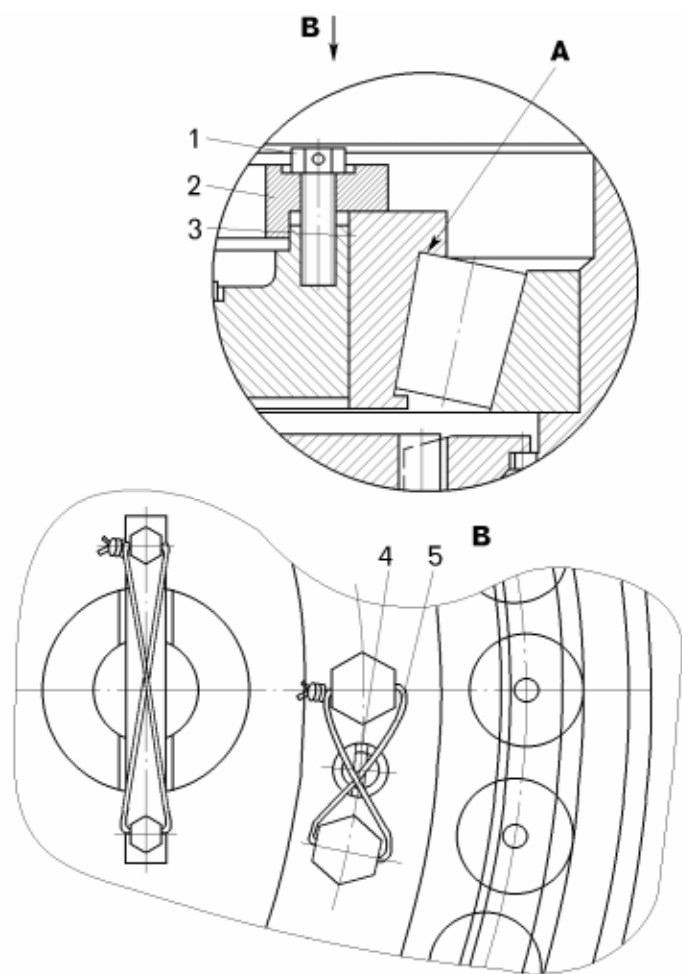

Рисунок 7.12 – Проверка зазоров:
- равномерно завернуть диаметрально противоположные болты 1 (рисунок 7.12) крепления упорного кольца попарно или по одному, не затягивая их. Ввести в зацепление с сателлитами второго ряда технологическую шестерню и, вращая ее динамометрическим ключом, зафиксировать момент вращения ступицы через второй ряд. Он должен быть не более 0,15 кН.м. Зафиксировать этот момент;